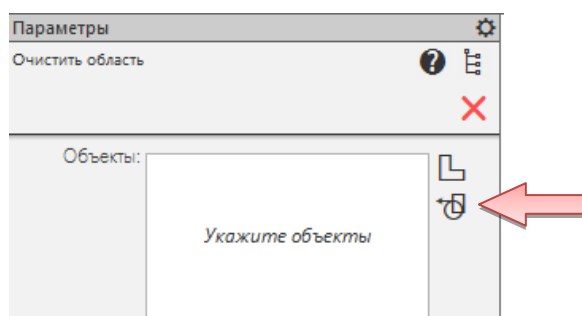

Рис. 2.10. Режим ручного рисования границ
- Выберите режим «Построить ломаную» на панели «Параметры» (рис. 2.10).